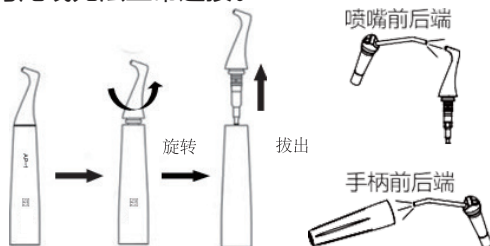

图9 手柄清理示意图
2.4.1.1 卸下喷砂手柄，旋松喷头并拔出喷头（龈下手柄需提前取下喷嘴），如图9。